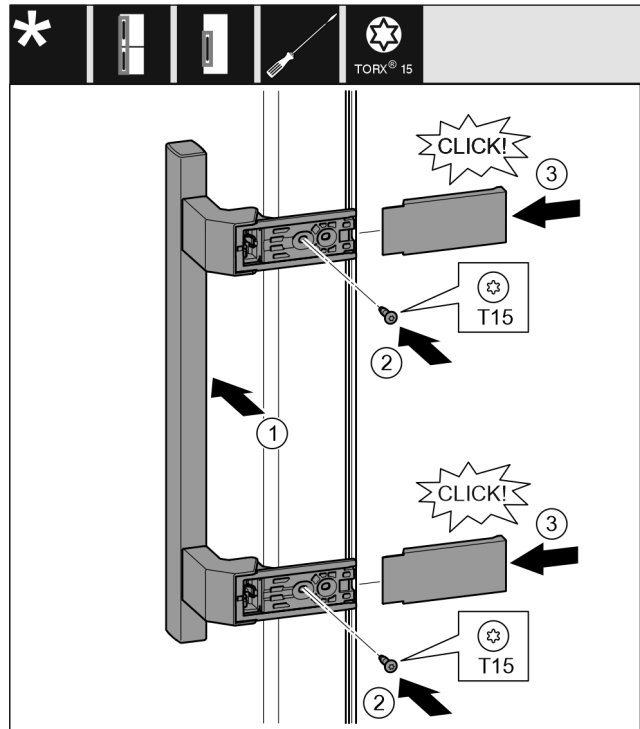

Fig. 21
- ▶ Držadlo nasadte na opačnú stranu. Fig. 21 (1)
- ▶ Skrutkovačom T15 pevne zaskrutkujte skrutky. Fig. 21 (2)
- ▶ Kryty nasadte a nasuňte zboku. Fig. 21 (3)